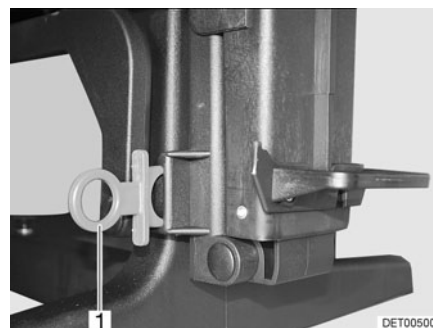

Fig. 63 Placa de retención mesa abatible con armazón de plástico
- Encajar la placa de retención (Fig. 63,1). El mecanismo de giro está bloqueado.